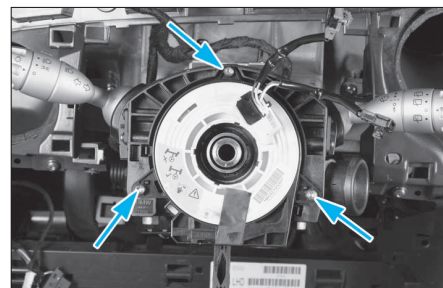

FIG. 14
- Déposer les 3 vis de fixation du capteur (Fig.14).